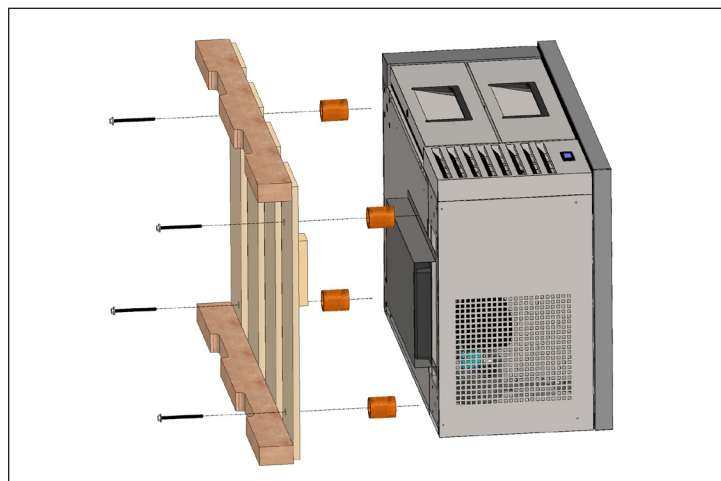

Fig. 2. Remover os parafusos de transporte.
- c. Com uma chave ajustável, remover todos os parafusos de transporte que fixam a paleta da madeira à parte inferior do aparelho. Ver fig. 2.